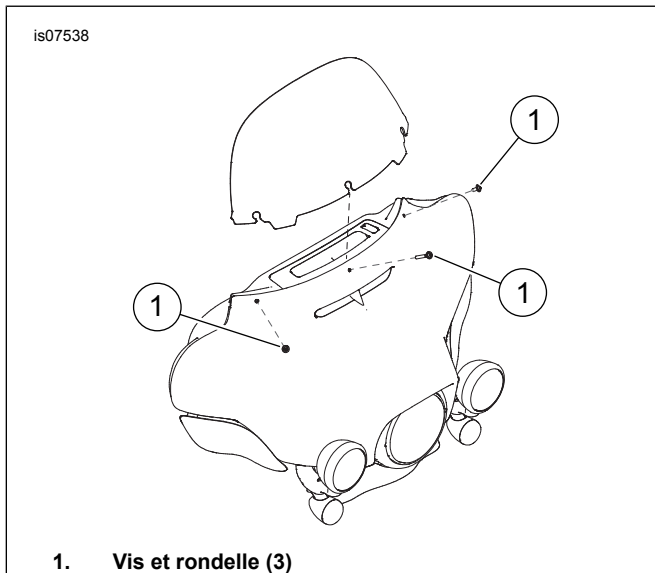

Figure 1. Installation du pare-brise/saute-vent
1. Voir la figure 1. Desserrer mais ne pas retirer les trois vis (1) (avec rondelles plates) fixant le pare-brise/saute-vent au carénage.
1. Voir la figure 1. Placer le pare-brise/saute-vent en position entre les carénages intérieur et extérieur en engageant les trous fendus dans le pare-brise/saute-vent avec les bossages filetés sur le carénage intérieur.
2. Serrer les trois vis (1).